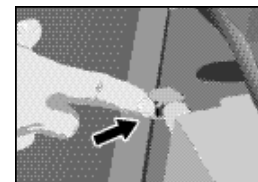

Fig.38
6. Pour détacher le réservoir d'eau externe, appuyez sur le bouton de déclenchement (argenté) trouvé sur le raccord rapide du caisson. Saisissez les poignées détachées sur chaque côté du réservoir. Levez le réservoir et le tirez vers vous. Voir Fig.38, 39